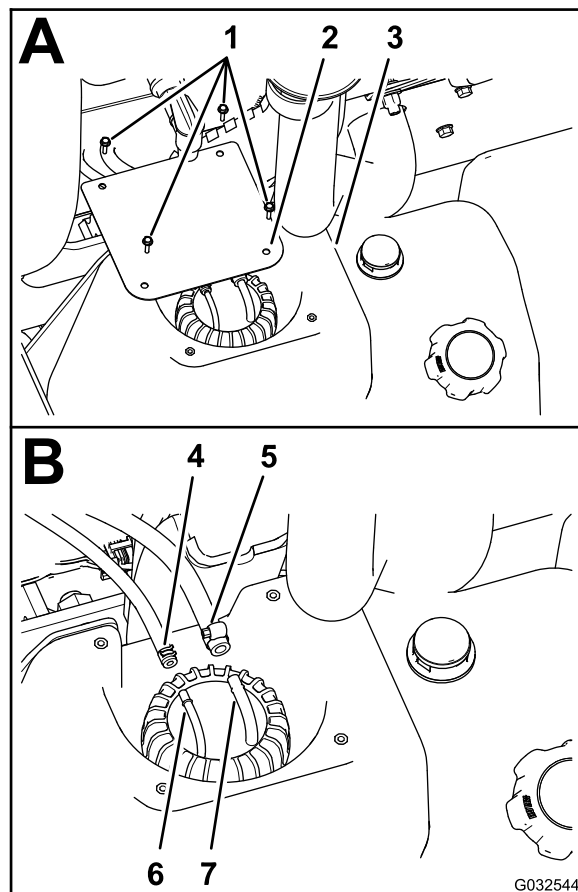

Рисунок 78
2. На топливном баке выверните 4 винта (№ 10 x ¾ дюйма), которые крепят крышку к верхней части топливного бака, и снимите крышку (Рисунок 78А).
3. Ослабьте хомуты крепления 2 топливных шлангов к 2 шланговым штуцерам в верхней части узла вертикальной трубы (Рисунок 78В).
4. Отсоедините 2 шланга от шланговых штуцеров и дайте топливу стечь из шлангов в утвержденную к применению топливную емкость (Рисунок 78В).
4. Подсоедините топливный шланг диам. 6,4 мм к шланговому штуцеру 6,4 мм и закрепите шланг на штуцере с помощью шлангового хомута (Рисунок 78В).
5. Подсоедините топливный шланг диам. 8 мм к шланговому штуцеру 8 мм и закрепите шланг на штуцере с помощью шлангового хомута (Рисунок 78В).
6. Установите крышку на бак (Рисунок 78А), закрепив ее с помощью 4 винтов (№ 10 x $\frac{3}{4}$ дюйма), снятых при выполнении пункта 2 раздела Удаление топливного фильтра из бака (страница 70).